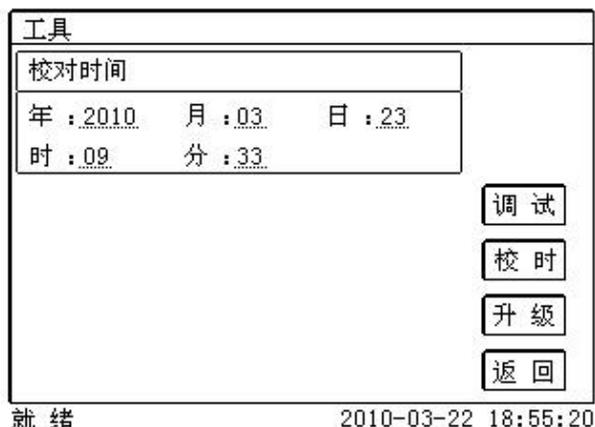

图 2.14 系统工具界面
**系统工具**界面，如图 2.14。在该界面中可以进行时间校对、系统升级等操作。其中：**调试**用于出厂调试，**升级**用于软件界面的升级。